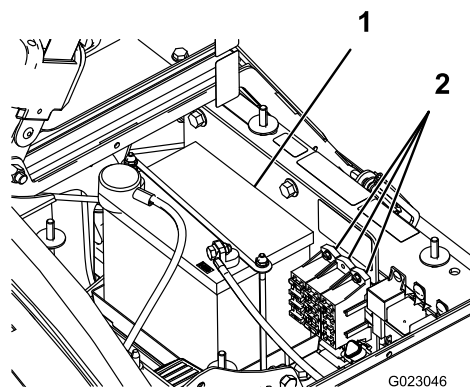

Figura 48
Hay 2 bloques de fusibles y 1 zócalo vacío en el sistema eléctrico. Se encuentran debajo del asiento (Figura 48).
2. La batería está situada en el lado derecho de la máquina, detrás de la bomba (Figura 48).
5. Retire el dispositivo de sujeción de la batería y los herrajes (Figura 48).
2. Instale el dispositivo de sujeción de la batería, fijándolo con los herrajes que retiró anteriormente (Figura 48).
4. Instale la tapa de la batería y fíjela con los 2 pomos (Figura 48).
1. Afloje los pomos de los lados de la caja de la batería y retire la tapa de la batería (Figura 48).